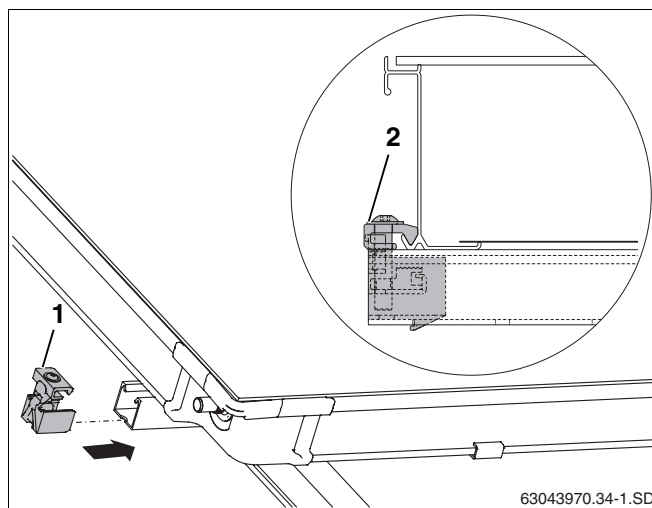

Fig. 51 Tensor unilateral del colector a la izquierda
- ▶ Deslice el tensor unilateral del colector (fig. 51, **pos. 1**) en los perfiles guías superior e inferior.
- ▶ Deslice el tensor unilateral del colector hasta el marco del colector y atorníllelo con una llave de tamaño 5 (fig. 51, **pos. 2**).
El elemento de sujeción (fig. 51, **pos. 2**) del tensor del colector queda enganchado en el borde inferior del colector.